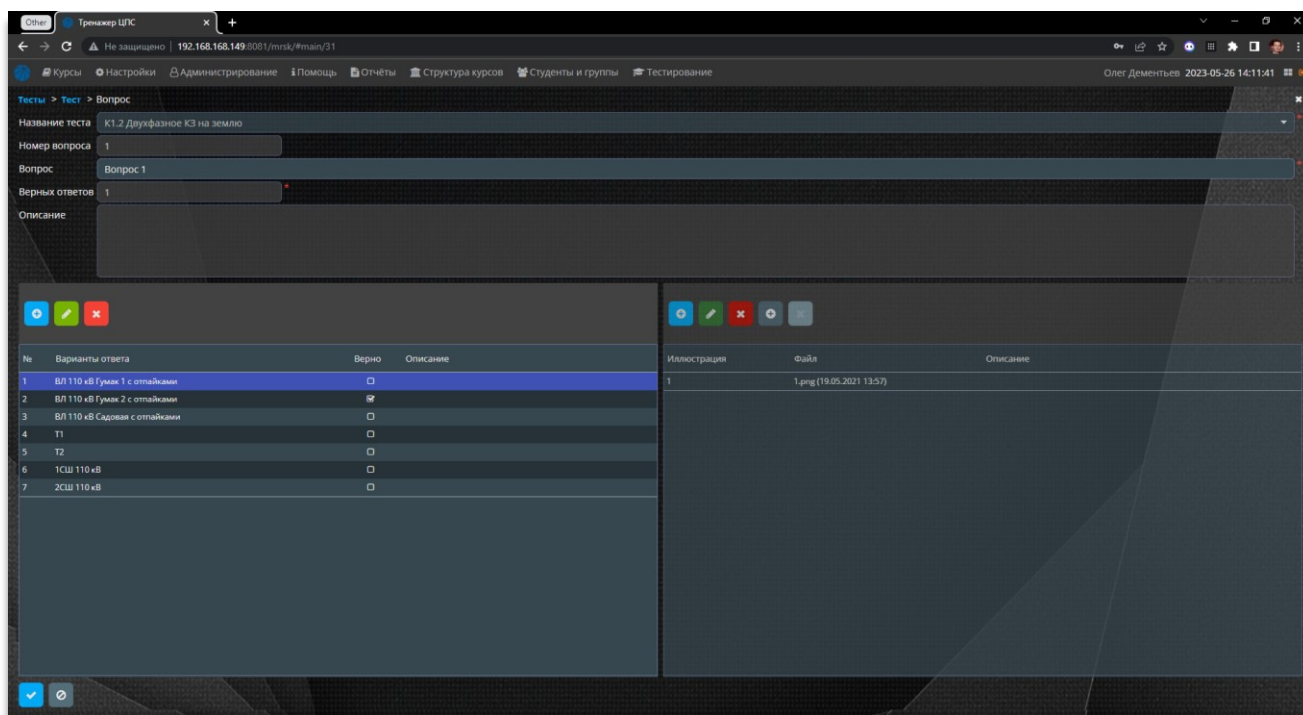

Рисунок 101 – Экранная форма «Формирование вопросов и вариантов ответов»
- Рисунок 101 - Экранная форма «Формирование вопросов и вариантов ответов»;